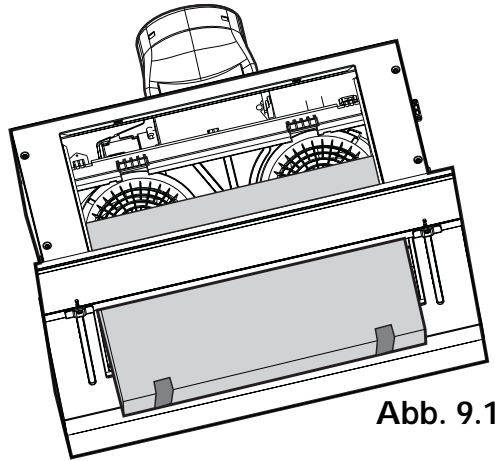
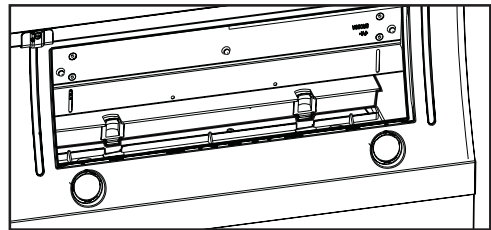

Abb. 9.1
Abb. 9.2
3. Haken Sie den Kohlefilter in die oberen Haken **T (Abb. 9.1)** ein und lassen Sie ihn in die unteren Haken einrasten **S (Abb. 9.2)**.